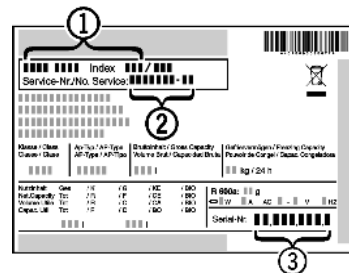

Fig. 12
- Relever la désignation de l'appareil *Fig. 12 (1)*, le n° de service *Fig. 12 (2)* et le n° de série *Fig. 12 (3)* sur la plaquette signalétique. Cette plaquette se trouve sur la paroi intérieure gauche de l'appareil.
- Informer le S.A.V. et lui communiquer la panne, la désignation de l'appareil *Fig. 12 (1)*, le n° de service *Fig. 12 (2)* et le n° de série *Fig. 12 (3)*.